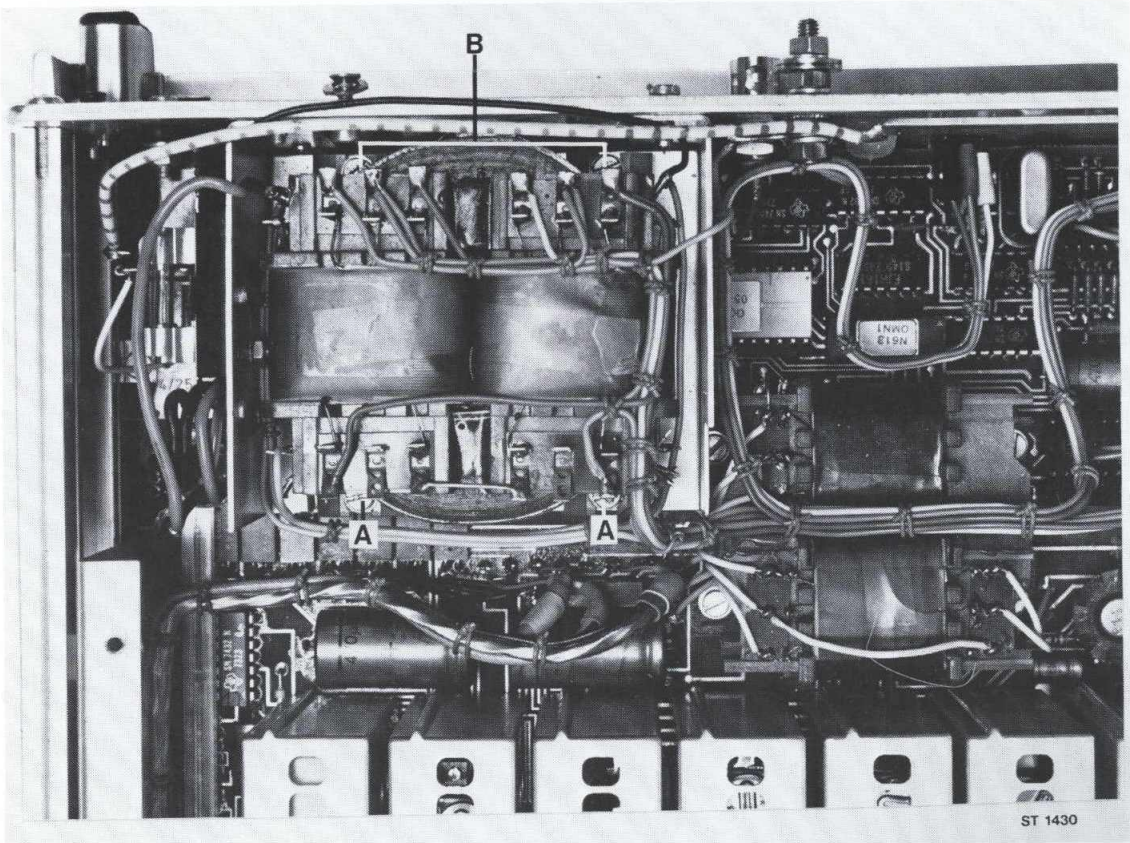

Fig. 13.
- Déconnecter le transformateur en déposant les vis A et desserrant les vis B (Fig. 13, page 60).